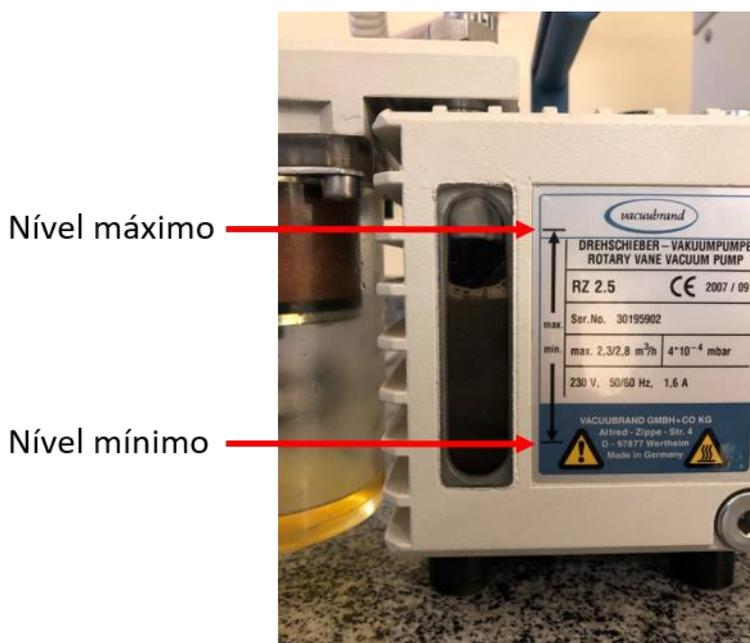

Figura 2 - Indicações de nível máximo e mínimo na bomba de óleo do liofilizador.
**AVISO 2:** antes de ligar o equipamento, sempre verificar o nível de óleo da bomba de vácuo, para evitar danos permanentes na mesma (Figura 2).